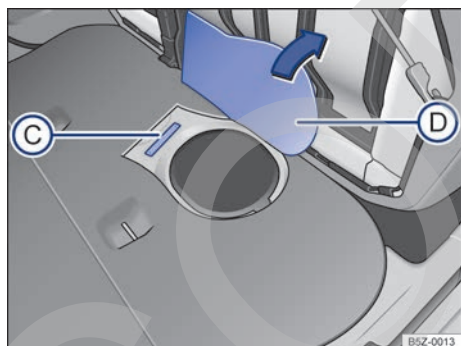

Fig. 191 Debajo del asiento trasero bajo el revestimiento del piso (D): número de identificación del vehículo (C).
El número de identificación del vehículo está ubicado debajo del asiento trasero bajo el revestimiento del piso → fig. 191 (C). Para encontrar el número de identificación del vehículo, abata el asiento trasero y levante el revestimiento del piso → fig. 191 (D).